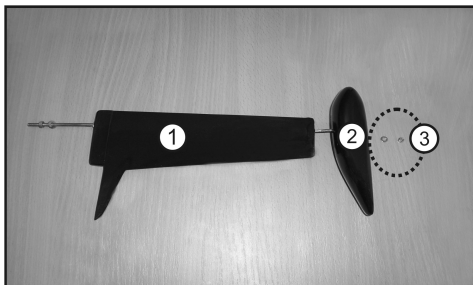

Figura 2a
- La Figura 2a mostra la chiglia (1), la zavorra (2) e anche una rondella con dado M3 dato per il montaggio della chiglia di zavorra (3).